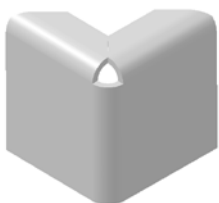

图 5.7.3 开放
- ☒ **开放** 选项：将弯边的折弯部分依旧保持原来状态不变并延伸其平面区域来封闭拐角，如图 5.7.3 所示。